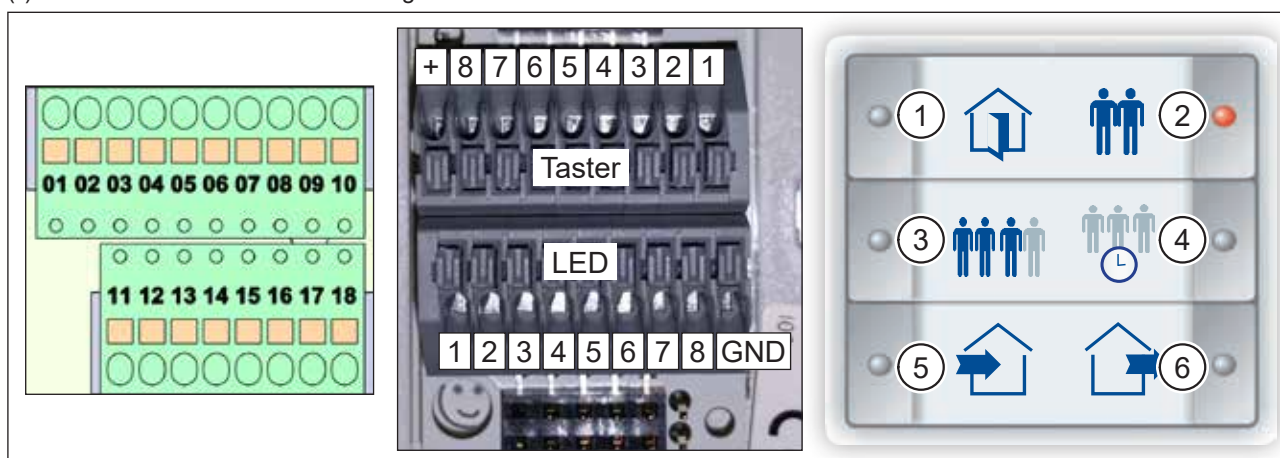

Abb. 30: Klemmenblöcke am Lüftungsgerät, Klemmenblöcke Tastsensor InControl, Einlegeblatt
- ▶ Legen Sie nach der Verdrahtung das Einlegeblatt (Abb. 30) in den Tastsensor InControl.